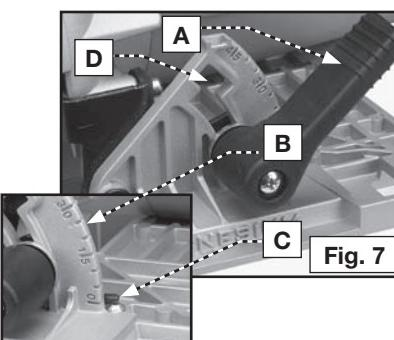

Fig. 7
1. Desatornille un poco la perilla ajustadora de bisel (A) Fig. 7.
2. Incline la base de la sierra hasta que la línea de graduaciones en el segmento de bisel (B) Fig. 7, se alinee con la raya indicadora (C) Fig. 7 en el soporte.
4. Para los cortes biselados mayor de  $45^{\circ}$ , fijaron la guía en la marca de  $45^{\circ}$ . Levante la palanca de ajuste biselada en la ranura (D) Fig. 7 y mueva la base de la sierra para el mayor ángulo. Apriete la palanca de ajuste biselada firmemente.